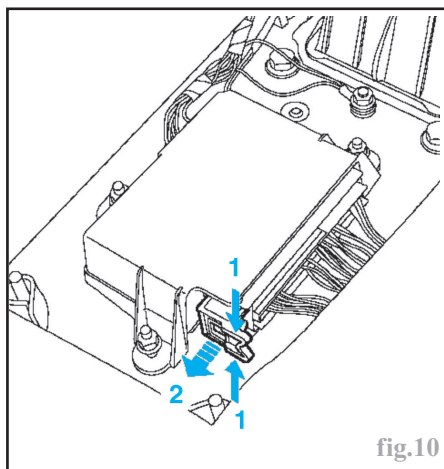

fig.10
- Débrancher les connecteurs (fig.10).